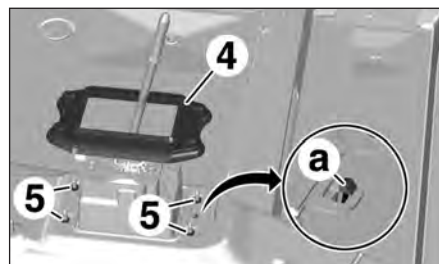

FIG.18
- le joint (4) (Fig.18),
- les écrous (5).